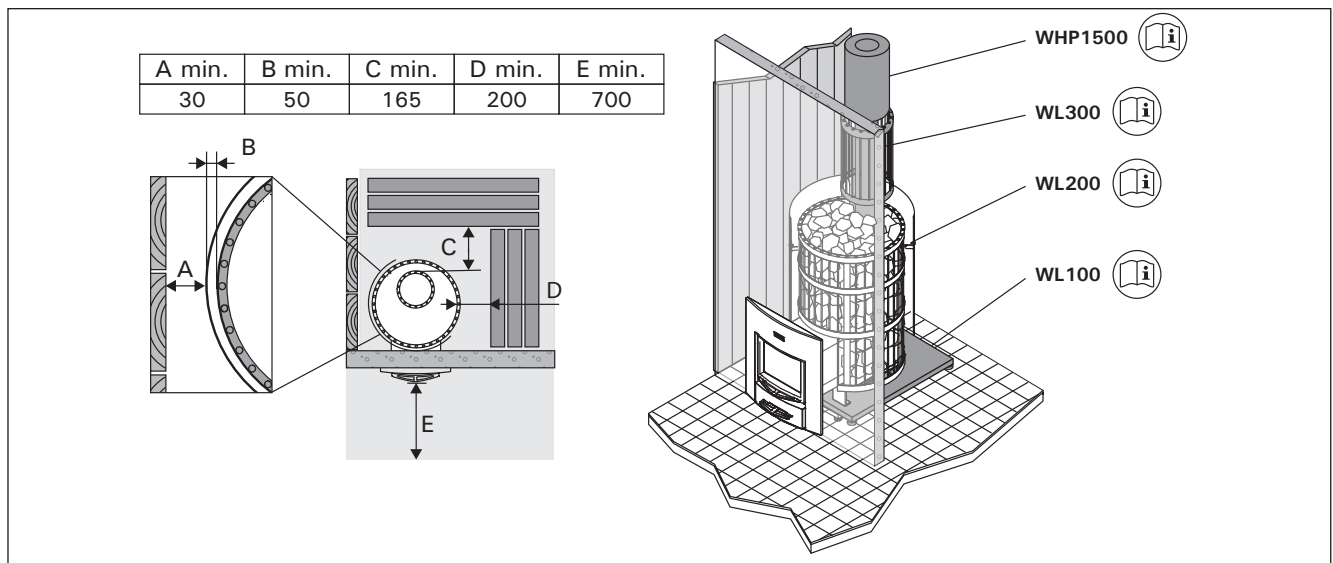

Рисунок 10. Элементы защиты Legend
- **Защитное ограждение для каменки WL200.** На каменке должно быть смонтировано защитное ограждение. Равноценно отдельной защитной крышке. Рис. 10.
- **Защитное ограждение дымовой трубы WL300** для Legend. Устанавливается вокруг дымовой трубы и заполняется камнями. Подходит как к прямой там и для наклонной дымовой трубе. Рис. 10.